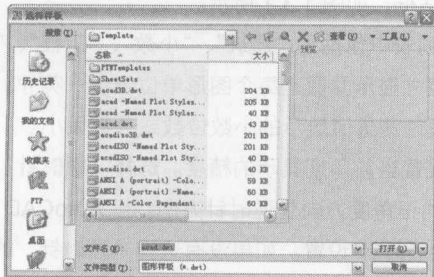

图 1.1.1
Step1: 单击标准工具栏上的新建  按钮，或按下快捷键<Ctrl+N>，打开“选择样板”对话框，如图 1.1.1 所示。